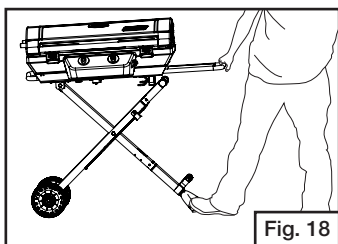

Fig. 18
- Siga tirando de la mesa lateral fija hacia usted hasta que la base esté completamente extendida. (Fig. 18)